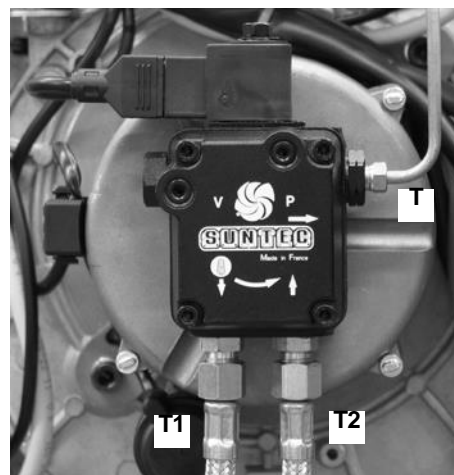

Fig. 38
- Lösen Sie die Leichtölleitungen T1 und T2 von der Pumpe (Abb. 38).